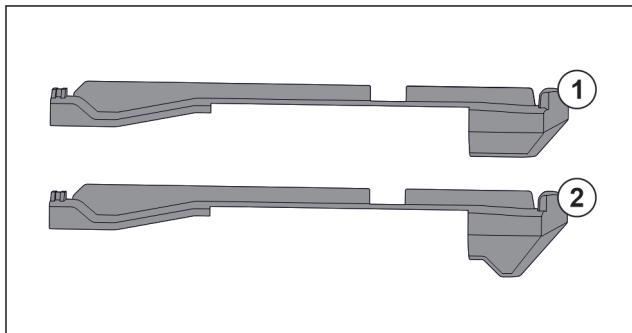

Fig. 83 Порівняння вставних частин
У пристрої є дві різні вставні частини. Вставна частина над самим нижнім висувним ящиком Fig. 83 (2) має трикутний край. Всі інші вставні частини Fig. 83 (1) мають прямий край.
- Розмістити вставну частину Fig. 83 (2) з трикутним краєм над самим нижнім висувним ящиком.
- Розмістити вставну частину Fig. 83 (1) з прямим краєм у всіх інших місцях.